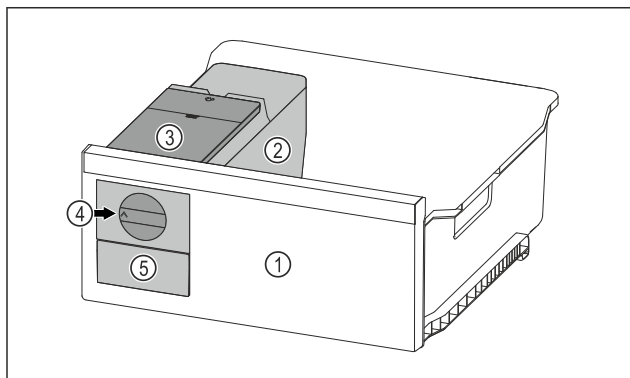

Fig. 84 Ilustrační zobrazení
- Otočte otočný knoflík Fig. 84 (4) ve směru hodinových ručiček až na doraz.
- Kostky ledu padají z misky na kostky ledu do zásuvky na kostky ledu Fig. 84 (5).